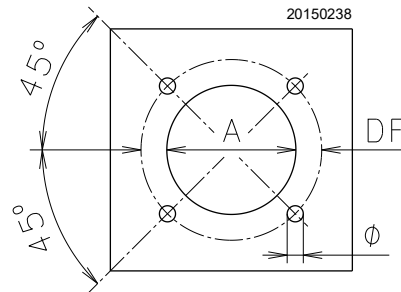

Abb. 14
Die Verschlussplatte der Brennkammer, gemäß Abb. 14 durchbohren. Die Position der Gewindebohrungen kann mit dem zur Grundausstattung gehörenden Wärmeschild ermittelt werden.
- Den gesamten Brenner in das vorher gesetzte Bohrloch des Heizkessels einpassen (Abb. 14) und mit den beige-packten Schrauben befestigen.